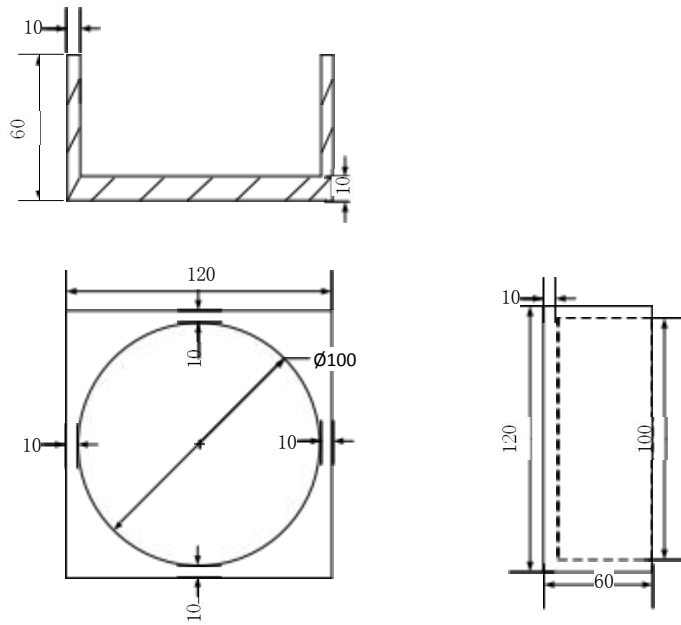

图8 垃圾桶模型尺寸
4.5.2 分拣所用的垃圾桶尺寸如图 8 所示，垃圾桶尺寸为 120mm×120mm×60mm，两个垃圾桶的位置由赛题公布。